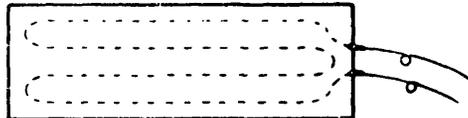

Fig. 2
- b Retire el aislamiento térmico del travesaño (fig. 2).